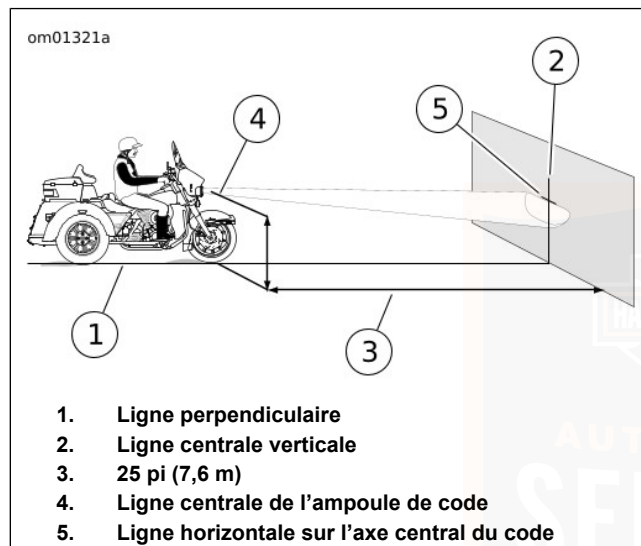
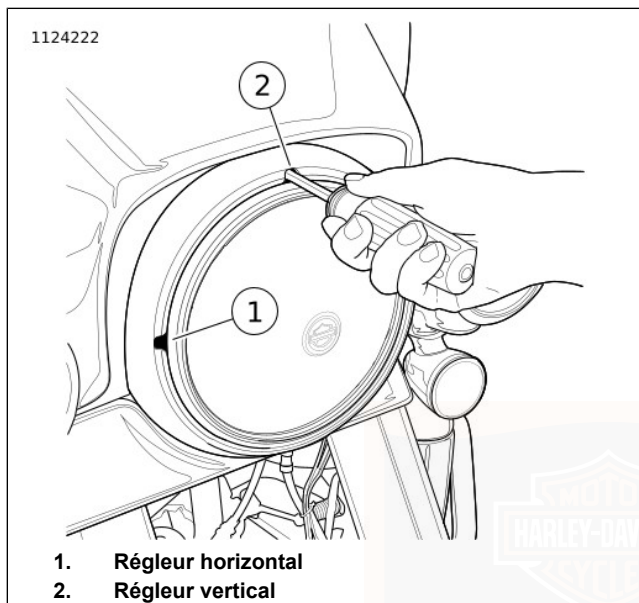

Figure 92. Alignement du phare : DÉL
Figure 93. Régleurs du phare : Tous sauf carénage monté sur cadre (typique)
Voir Figure 92. Garer la moto selon une ligne perpendiculaire (1) au mur.
8. Voir Figure 92. Tracer une ligne horizontale (5) croisant la ligne verticale à la hauteur mesurée.
Voir Figure 92. Le phare est aligné lorsque le sommet de la tache brillante du faisceau lumineux est situé comme indiqué, avec le phare réglé sur le **code**.
Voir Figure 92. Vérifier l'alignement du phare.
2. Voir Figure 93. Introduire une clé hexagonale à extrémité sphérique de 5/32 dans les fentes de réglage de l'anneau de garniture.
a. **Horizontal** : tourner la vis de réglage horizontal (1) pour ajuster le faisceau lumineux à gauche et à droite.
b. **Vertical** : tourner la vis de réglage vertical (2) pour ajuster le faisceau lumineux vers le haut et vers le bas.
3. Voir Figure 92. Régler le **code** de phare comme indiqué.